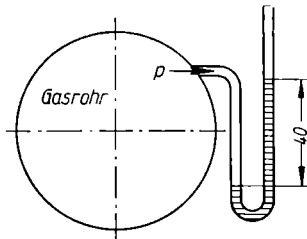

Bild 204
20. a) In einer Leuchtgasleitung herrscht ein Überdruck von 40 mm WS über den äußeren Luftdruck (Bild 204). Wie groß ist der Überdruck in at? b) Dasselbe für eine Windleitung eines Schmiedefeuers, die unter einem Überdruck von 200 mm WS steht.